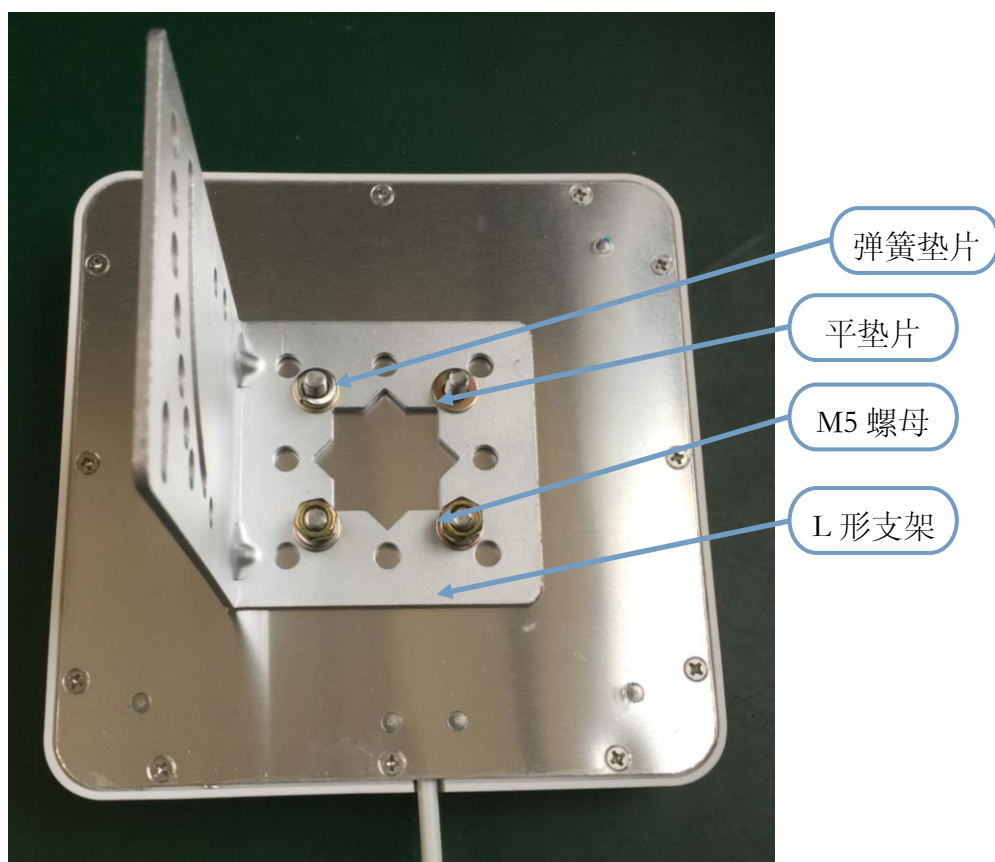

图 4 CL7205B 天线安装总体图
5.1、步骤一：用“M5 螺母及平垫片、弹簧垫片”将 L 板固定在 antennas 上，见图 4。